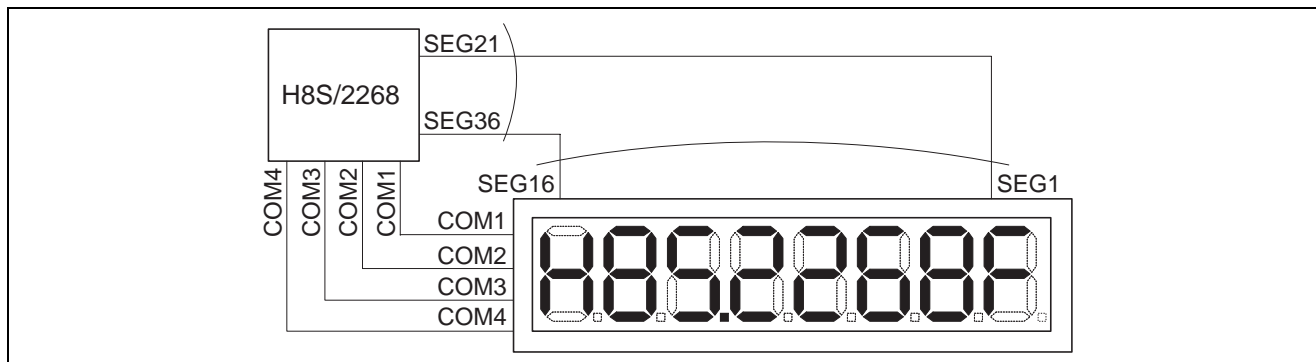

図 1 LCD モジュール接続例
3. 本タスク例の LCD モジュール接続例と LCD 表示例を図 1 に示します。